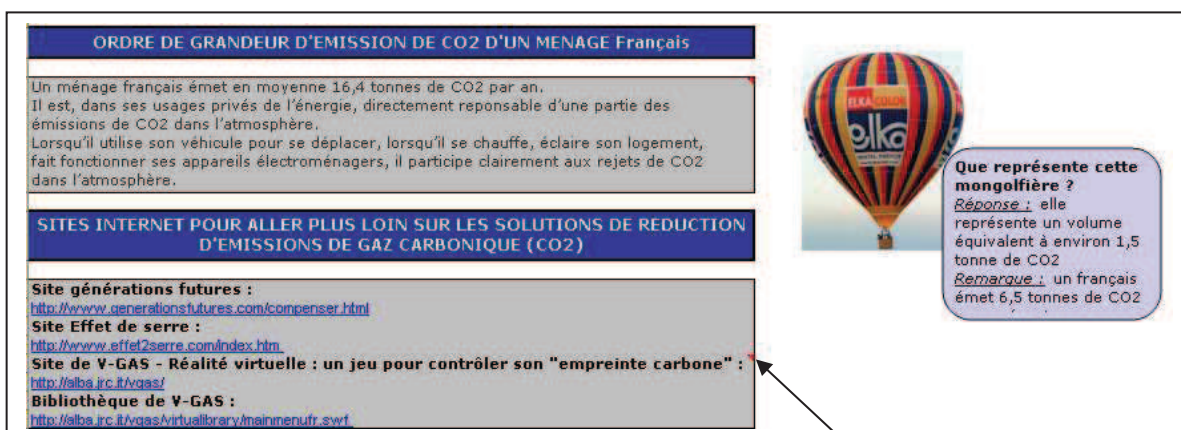

Fig.5
- Différentes informations (**Fig.5**) sur des ordres de grandeur d'émission de CO₂ d'un ménage français et sur différents sites Internet permettant d'aller plus loin sur les solutions de réduction d'émissions de CO₂.